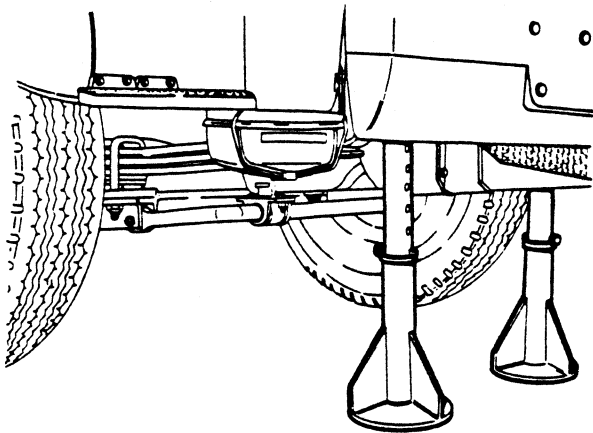

Fig. 4
- Krik het voertuig zover op dat de wielen vrij komen van de grond en plaats steunen onder het chassis (Fig. 4). Gebruik deugdelijke steunen en plaats deze op een veilige plaats onder het chassis. Verwijder de wielmoeren en neem de wielen van de vooras.